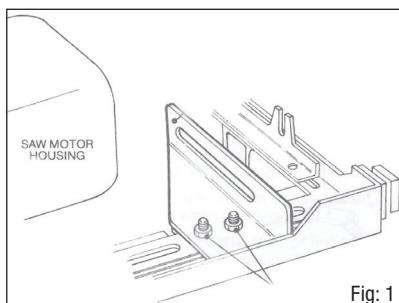

Fig: 1
- Bevestig de basishouder (A) losjes op het schuifchassis, zoals in Fig 1, zodanig dat het verticaal gedeelte zich op één lijn bevindt met de behuizing van de zaagmotor of er net voorbij zit.
- Gebruik twee van de $\frac{1}{4}'' \times \frac{1}{2}''$ stopbouten (I), veerringen (K) en $\frac{1}{4}''$ moeren (J), en draai ze enkel handmatig aan.